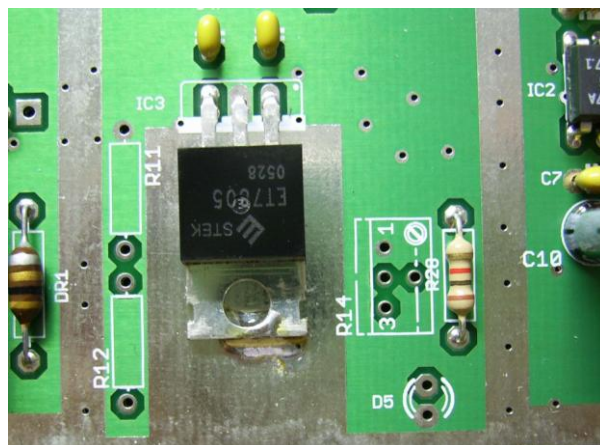

Abb. 2: Platinausschnitt um R11 / R12 / R14 / R28
- R11 (5k1) und R12 (12k) fehlen in Bauteilliste und Schaltplan (Abb. 2). Nur für die Option TCXO alternativ zu R14 notwendig.
- R14 (stehendes Spindelpotentiometer mit 20 k) fehlt in der Bauteilliste, im Bestückungsplan und im Schaltplan (Abb. 2). Nur für die Option TCXO alternativ zu R11/R12 notwendig.
- R28 hat auf der Platine eine geringfügig andere Position als auf dem Bestückungsplan (Abb. 2).